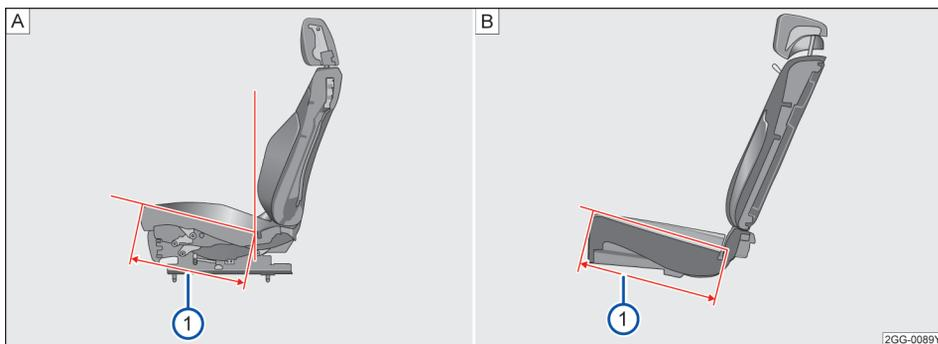

图 71 座椅坐垫深
当前排位置处于设计位置时，坐垫深=452mm→图 71[A]①
当后排位置处于设计位置时，坐垫深=461mm→图 71[B]①